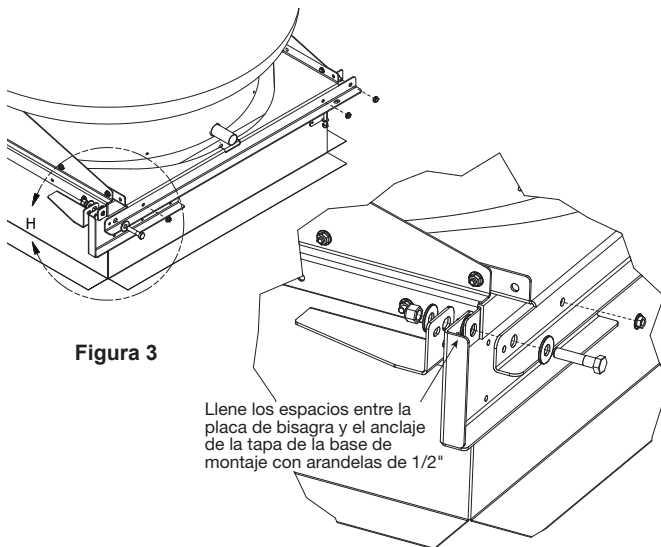

Figura 3
- Instale una arandela adicional en el interior del soporte de bisagra inferior. **Consulte la Figura 3.** Cuando parezca que el perno de 1/2 pulg. se mueve fácilmente dentro y fuera del orificio, fije la placa de bisagra a la base de montaje con los seis tornillos autorroscantes en los seis orificios de 1/4 pulg. en la placa. Repita este paso en el otro lado con bisagra.